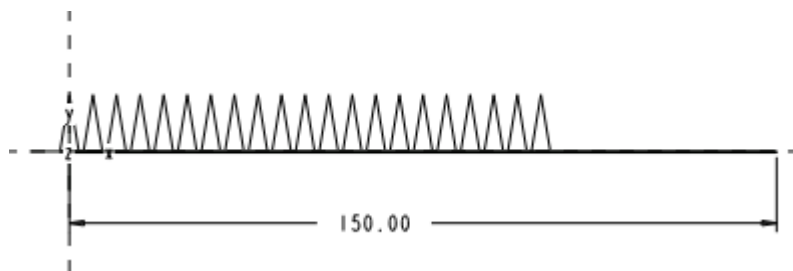

图 38-14
(6) 单击菜单【正向】 【缺省】，进入草绘工作环境。
(7) 使用草绘工具栏中的  建立一参照坐标系，然后使用绘直线工具绘制一线段，如图 38-14 所示。